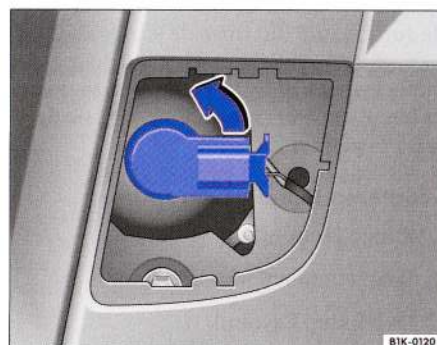

Fig. 56 Imagine din ușa hayon: Scoaterea suportului becului.
- Rotiți suportul becului în sensul indicat ⇒ fig. 56 și scoateți suportul cu becul ⇒ ⚠.